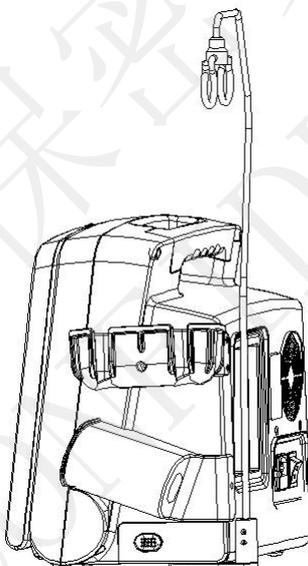

Figura 4-2 Unità principale con porta cavi
4. ruotare nuovamente il dispositivo nella normale posizione come in figura 4-2.